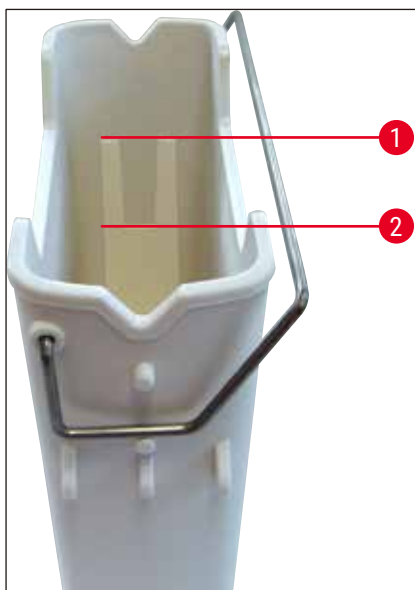
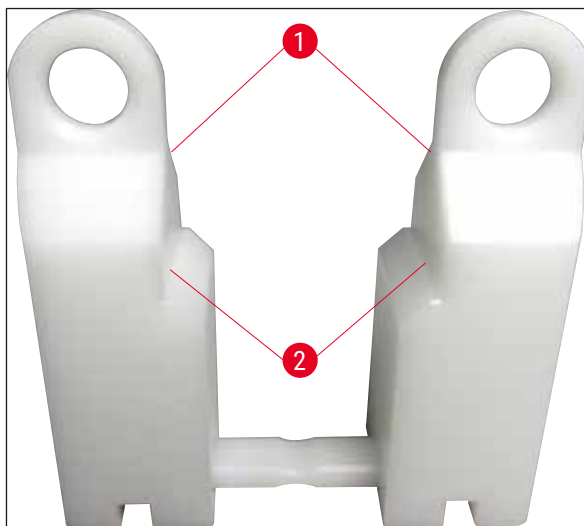

図 66
図 67
試薬容器にハンドルが正しく取り付けられているか確認します。必要に応じて、(→「図 66」) に従い、ハンドルを締め付けます。
- 充填する場合は、どのタイプの試薬容器でも、試薬容器内部の充填レベルのマークを守ってください (→「図 66」) (→「図 67」)。
- 試薬容量を減らすために、特殊染色用インサート (→「図 67」) を試薬容器内で使用する場合は、まず最初にこれらを試薬容器に挿入してから、少なくとも MIN 充填レベル (→「図 67-2」) を上回り、MAX 充填レベル (→「図 67-1」) を越えないように試薬を充填してください。